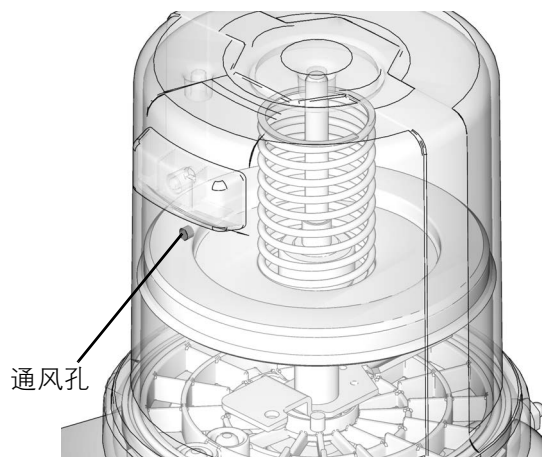

图 16
3. 将润滑脂注入液箱，直到从动板的密封件突破通风孔 (图 16)，大多数空气从液箱中排出。